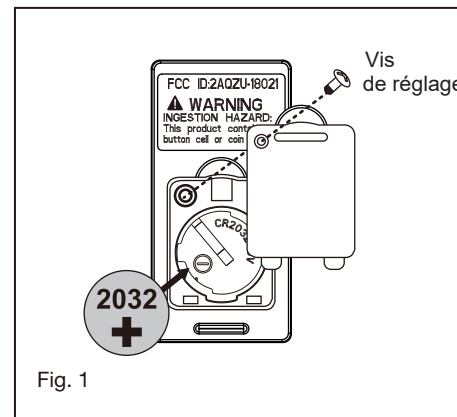

Fig. 1
- 1 Retirez l'une des trois vis du moyeu de fixation situé sur le moteur du ventilateur. (Fig. 1)
- 2 Tout en gardant l'ensemble DEL sous le ventilateur, effectuez les connexions polarisées : (Fig. 1)
- REMARQUE : Si vous ne prévoyez pas d'installer le kit d'éclairage DEL avec votre ventilateur pour le moment, ne branchez pas les fils. Insérez soigneusement les connexions dans le module DEL, puis fixez ce dernier au support à l'aide des 3 vis fournies. (Fig. 1)
- 3 Soulevez le couvercle du kit d'éclairage contre le module DEL et tournez-le dans le sens des aiguilles d'une montre jusqu'à ce qu'il soit bien en place. NE SERREZ PAS TROP. (Fig. 1)
- 1 Sélectionnez un emplacement souhaité. Utilisez la plaque murale pour marquer l'emplacement des trous de montage. Des chevilles murales en plastique ou des vis de montage sont nécessaires pour cette application. (Fig. 1)
Retirez le panneau de l'émetteur, puis installez une pile 2032 (incluse). Vous devez utiliser une pièce de monnaie pour ouvrir ou fermer le couvercle de la batterie. Pour éviter d'endommager l'émetteur, retirez la batterie s'il n'est pas utilisé pendant de longues périodes (Fig. 1).